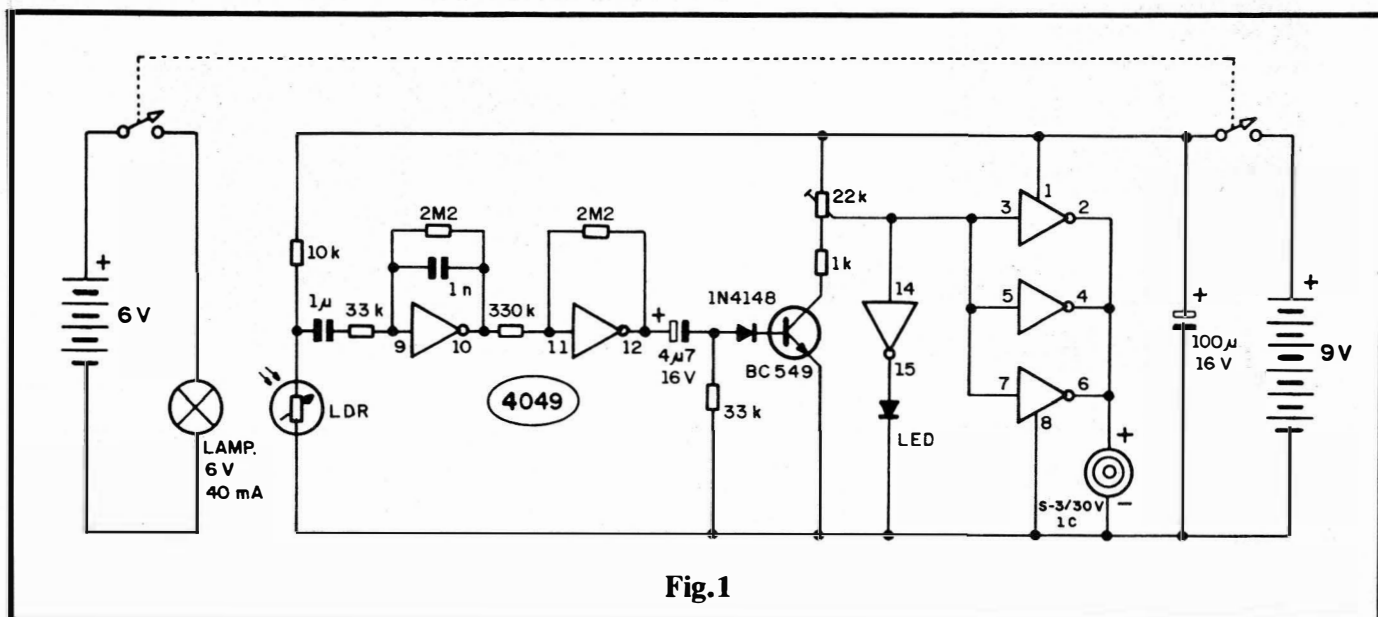

Fig. 1
- FIG. 1 - O CIRCUITO - O sensor de translucidez já mencionado é feito a partir de uma pequena lâmpada (que tem alimentação própria, de 6 volts, 4 pilhas pequenas, à parte da energia que alimenta o setor mais complexo do circuito), alinhada com um sensor fotoresistivo (LDR), de modo que o dedo do "paciente" possa ser inserido justamente **entre** esses dois componentes... Pelas suas propriedades, o LDR ficará, a cada batimento, **mais resistivo** do que estava no "intervalo" entre duas pulsações, modificando (ainda que sutilmente) a Tensão presente no seu ponto de ligação com o resistor de 10K. Esse pequeno "degrau" de Tensão, que ocorre a cada pulsação, é grandemente amplificado pelo par de **gates** (pinos 9-10 e 11-12) de um Integrado C.MOS 4049, que ainda exercem trabalhos lineares e não digitais, auxiliados pelas polarizações oferecidas pelos resistores anexos... O capacitor de 1µ (não polarizado), "leva" os sinais do LDR ao dito amplificador, enquanto que o capacitor de 1n (na rede de realimentação do primeiro gate)